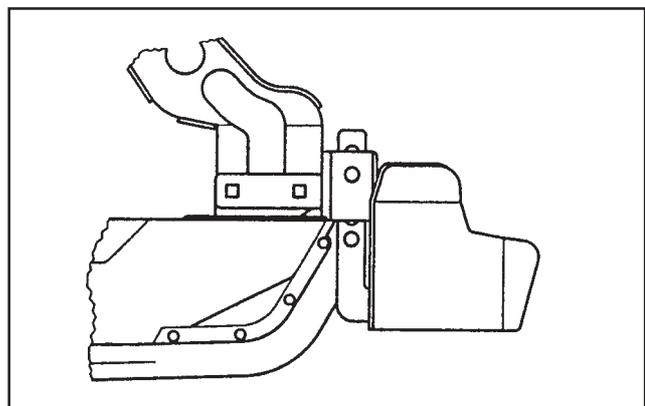

Fig. 12.4
12.5.2 Klutenräumer (Fig. 12.4) für Classic-Säagregat, Best.-Nr.: 916 171